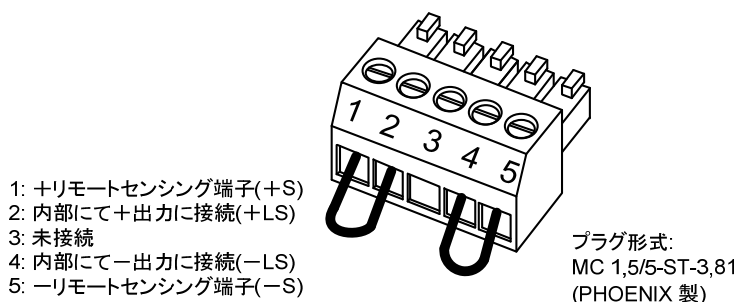

図 2-3 センシング接続の初期設定
- (1) 本器が以下の初期設定の状態であることを確認ください。
- ・ センシング接続 : 図 2-3 のようにローカルセンシングの状態であること。